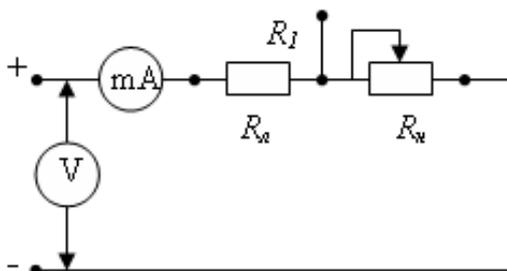

Рис. 3.
1. Собрать электрическую цепь по схеме (рис.3)